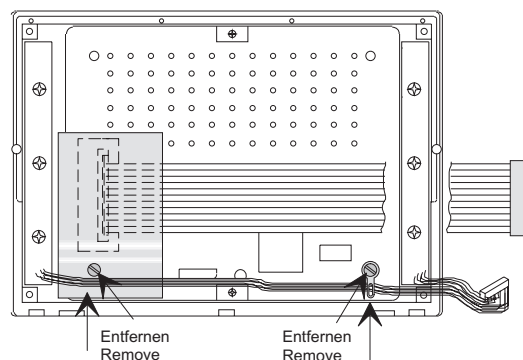

Bild 4-5: Lösen der Lötfahe und des Abschirmblechs
8. Lösen Sie die Lötfahe und das Abschirmblech über dem Datenkabel und legen Sie es zur Seite. (Bild 4-5)